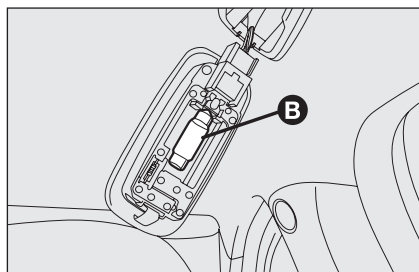

fig. 41
- ☐ sostituire la lampada **B**-fig. 41 svincolandola dai contatti laterali accertandosi che la nuova lampada risulti correttamente bloccate tra i contatti stessi.